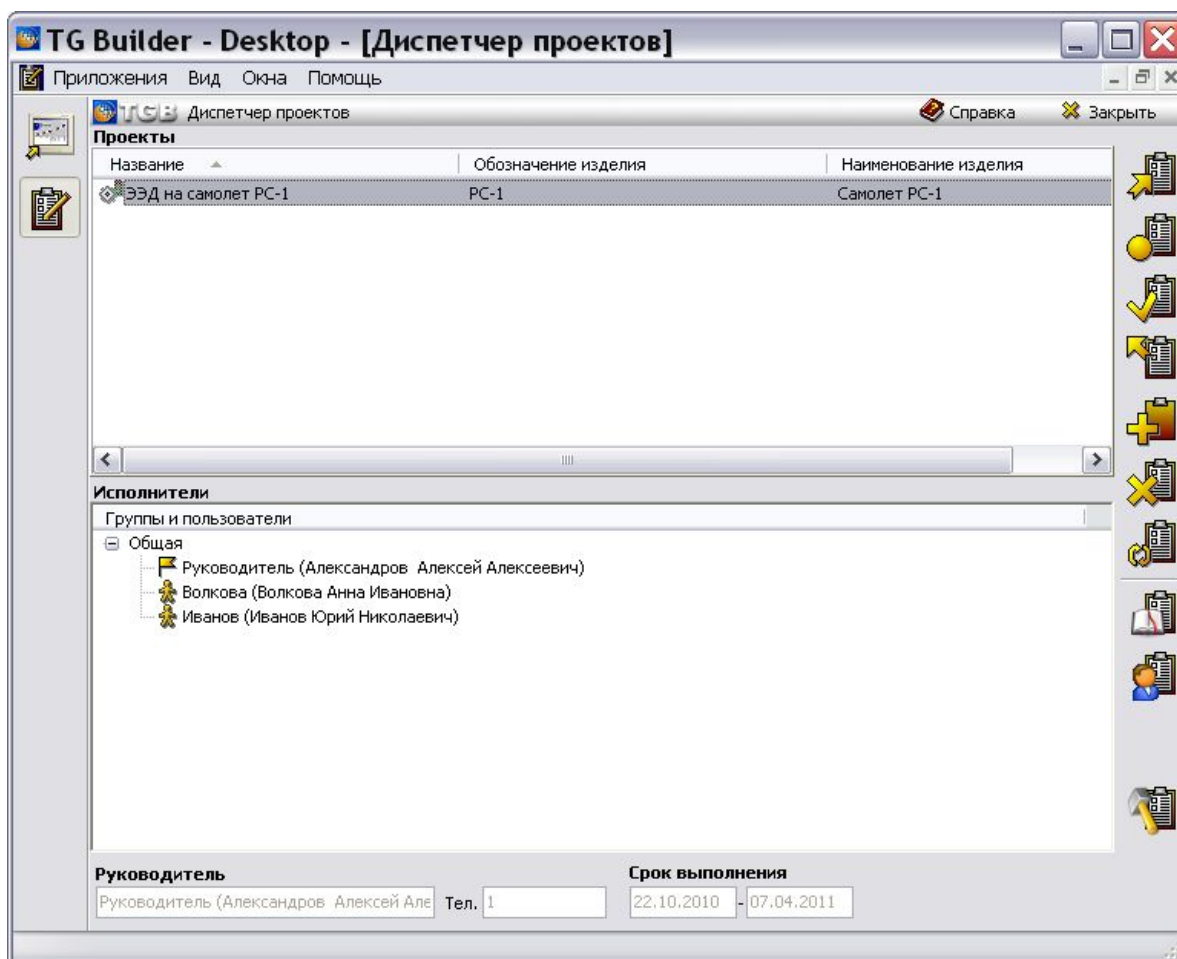

Рис. 2.35
1. Откройте диалоговое окно **Диспетчер проектов** (Рис. 2.35).